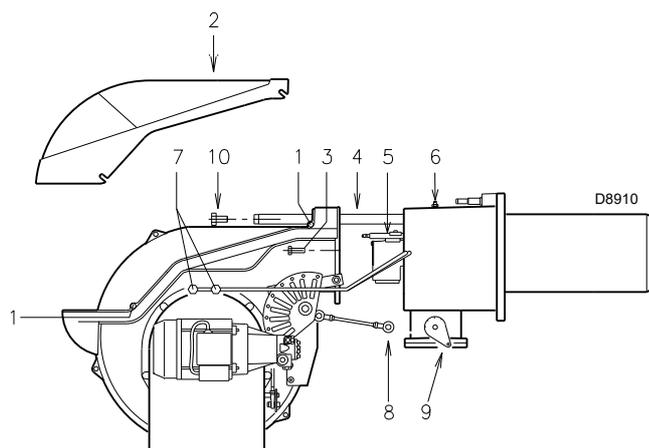

Fig. 45
- Aflojar los tornillos 1)(Fig. 45) y quitar la tapa 2)(Fig. 45)
- Desconectar los tubos del gasóleo 7)(Fig. 45).
- Desenganchar la rótula 8)(Fig. 45) del sector graduado 9)(Fig. 45).
- Quitar los tornillos 10)(Fig. 45) de las dos guías 4)(Fig. 45).
- Montar los dos alargadores en las guías 4)(Fig. 45).
- Volver a montar los tornillos 10)(Fig. 45) en los alargadores.
- Quitar los tornillos 3)(Fig. 45) y hacer retroceder el quemador unos 100 mm sobre las guías 4)(Fig. 45).
- Ahora es posible extraer la parte interna 5)(Fig. 45), después de haber retirado el tornillo 6)(Fig. 45).
- Volver a colocar los tornillos 3)(Fig. 45) y tirar suavemente hacia afuera los cables de sonda y electrodo, hasta tensarlos ligeramente.
- Volver a enganchar la rótula 8)(Fig. 45) en el sector graduado 9)(Fig. 45).
- Volver a conectar los tubos del gasóleo 7)(Fig. 45).
- Desmontar los dos alargadores de las guías 4)(Fig. 45) y volver a colocarlos en la posición original.